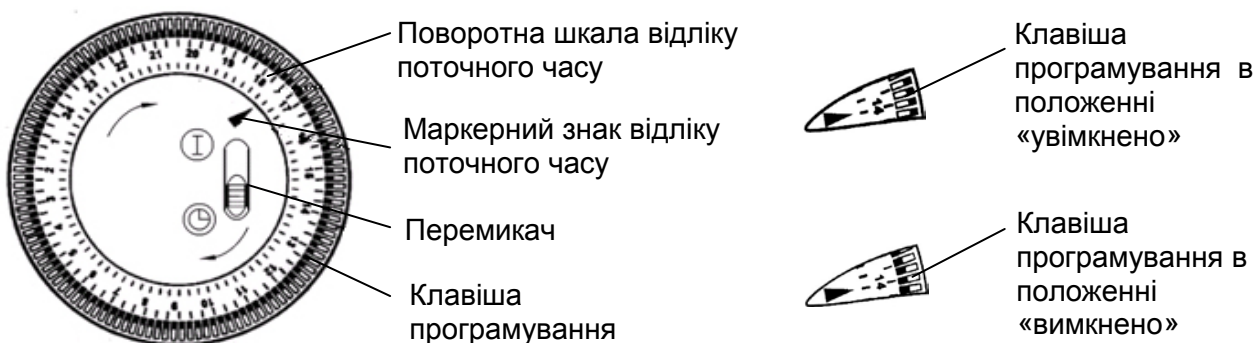

Рис. 3
5.6 Переведіть клавіші ступінчастого регулятора потужності в положення «0», сполучіть «рису» на ручці термостата зі знаком \* на корпусі конвектора, встановіть перемикач таймера (для моделей з таймером) у положення «I» (див. рис.3). Конвектор готовий до роботи.
Кнопками програмування таймера (див. рис.3) встановіть бажані інтервали часу «увімкненого» і «вимкненого» стану конвектора. Поворотом шкали відліку поточного часу таймера в напрямку стрілки встановіть поточний час, сполучивши його з маркерним знаком ▲ відліку поточного часу. Увімкніть таймер, для чого установіть перемикач у положення ⌚. У положенні «I» вимикача таймер вимкнений (що еквівалентно установці всіх кнопок програмування в положення «увімкнено»). Дискретність програмування часу – 15 хвилин (1 кнопка). Час програмування – доба (24 години). Число повторів виконання програми – не обмежено.